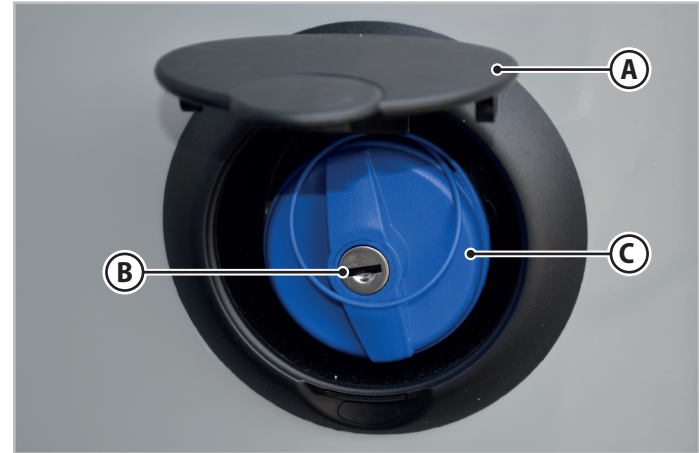

Fig.6.36 - Optankning af tanken med rent vand
1. Åbn klappen (A - Fig.6.36) for at få adgang studsens til optankning af vand på siden af køretøjet.
2. Sæt nøglen i låsen (B - Fig.6.36).
4. Drej proppen (C - Fig.6.36) mod uret og fjern den.